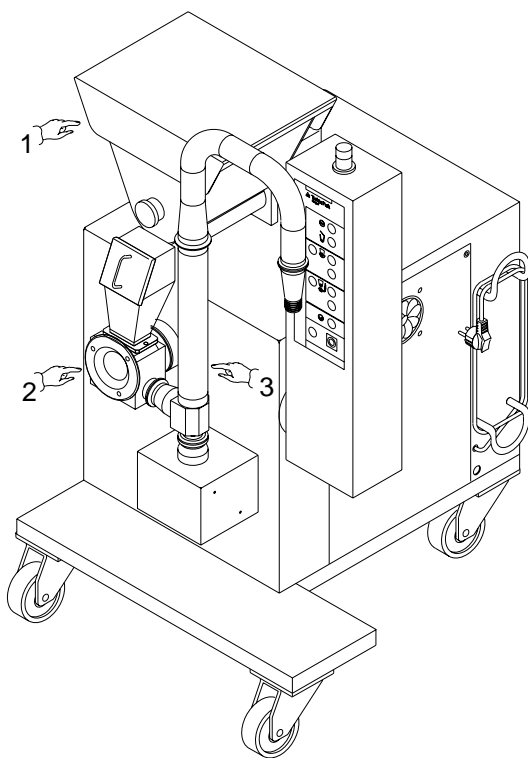

Fig. 3.1
1. Un'unità di dosaggio, costituita essenzialmente da una tramoggia principale (*Pos. 1, Fig. 3.1*), da una coclea e da una tramoggia secondaria.
2. Un gruppo pompa, costituito da una pompa a lamelle (*Pos. 2, Fig. 3.1*), che ha lo scopo di alimentare gli ingredienti all'interno del flusso di gelato, proveniente da freezer continuo. La pompa a lamelle è costituita da un rotore all'interno del quale scorrono delle lamelle in direzione radiale. Le lamelle sono guidate da una guida eccentrica ricavata all'interno dello statore.
3. Un mescolatore in linea (*Pos. 3, Fig. 3.1*), composto da un albero con lame inclinate posizionato all'interno del tratto di tubazione a valle del gruppo pompa. Questa unità ha lo scopo di garantire un'intensiva miscelazione del prodotto nel gelato prima di passare alla macchina riempitrice.